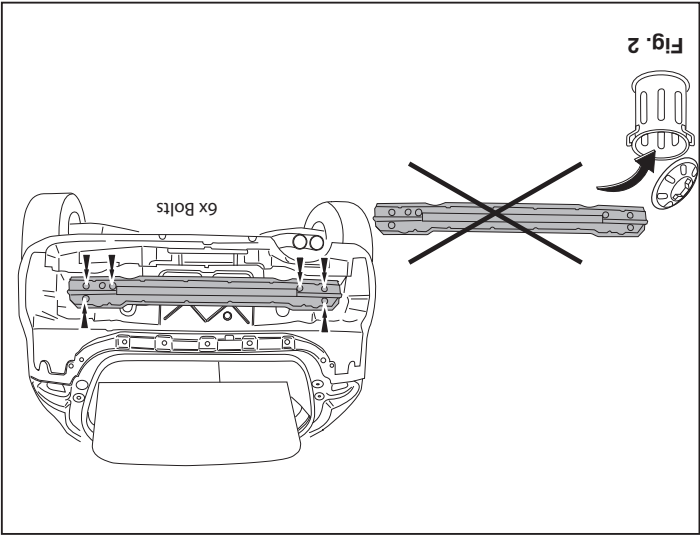
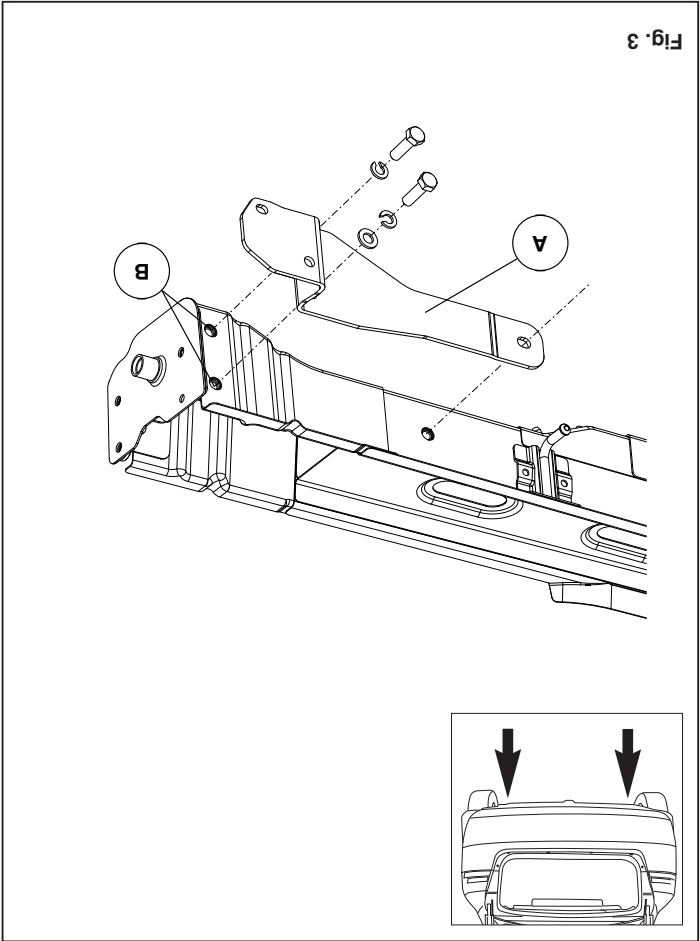

Fig. 2
Fig. 3
4. Démontez la garniture du barre de protection arrière, Voir la figure 2.
6. Démontez l'anneau de remorquage (G). Il ne sera plus utilisé.
7. Positionner les supports A et les fixer à l'emplacement des points B. Voir la figure 3.
4. Demontér kotangerinderskykket. Se fig. 2.
6. Demontér sejlringen (V). Denne bliver overflødige.
7. Anbring støtterne A og monter disse ved punkterne B. Se fig. 3.